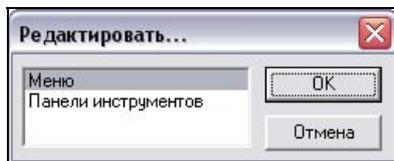

Рис. 5.73. Что редактировать будем, меню или панели инструментов?
Итак, посмотрим, из чего состоит интерфейс системного администратора. Для этого делаем двойной щелчок на этом интерфейсе в списке. Будет предложен выбор объекта редактирования (рис. 5.73).
- Для этого при выборе объекта редактирования (см. рис. 5.73) нужно выбрать пункт **Панели инструментов**.